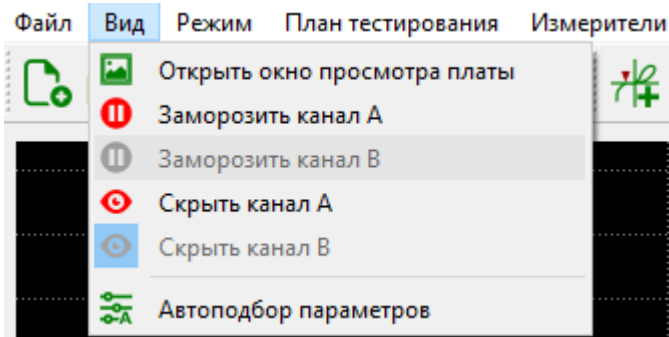

Рисунок 13. Элемент интерфейса фиксации ВАХ
- Для фиксации ВАХ, на основном экране, воспользуйтесь кнопками заморозки   или перейдите в меню "Вид" и нажмите кнопку "Заморозить канал А" (рисунок 13).